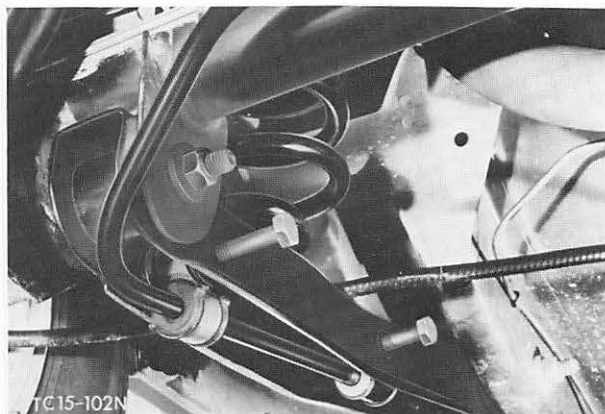

Abb. 44 Stabilisator an Längslenker montieren
4. Stabilisator einsetzen und Schrauben – Stabilisator an Längslenker von innen nach außen einführen. Abb. 44. Selbstsichernde Muttern aufschrauben und festziehen.